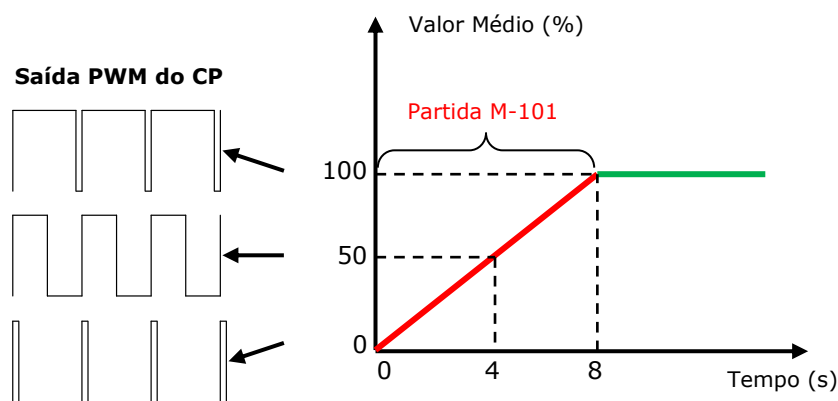

Figura 2. Acionamento de M-101.
3. O motor **M-101** possui um atuador, **SY-101**, que permite variação de sua velocidade. O sinal de entrada de **SY-101** deve ser um sinal PWM (*Pulse Width Modulation*) enviado pelo CP com amplitude de 24V_{DC}. Ou seja, deve-se utilizar uma saída digital a SSR (*Solid State Relay*). A frequência do sinal PWM enviado pelo CP ao atuador **SY-101** é de **20 Hz**. Sempre que o motor **M-101** for acionado, deve-se produzir uma variação de 0 a 100% da largura do pulso, em um período de 5s. Gerando-se, assim, um sinal PWM que modula uma variação em rampa (conforme descreve a Figura 2). Consequentemente, tem-se uma variação a velocidade do misturador também em rampa.